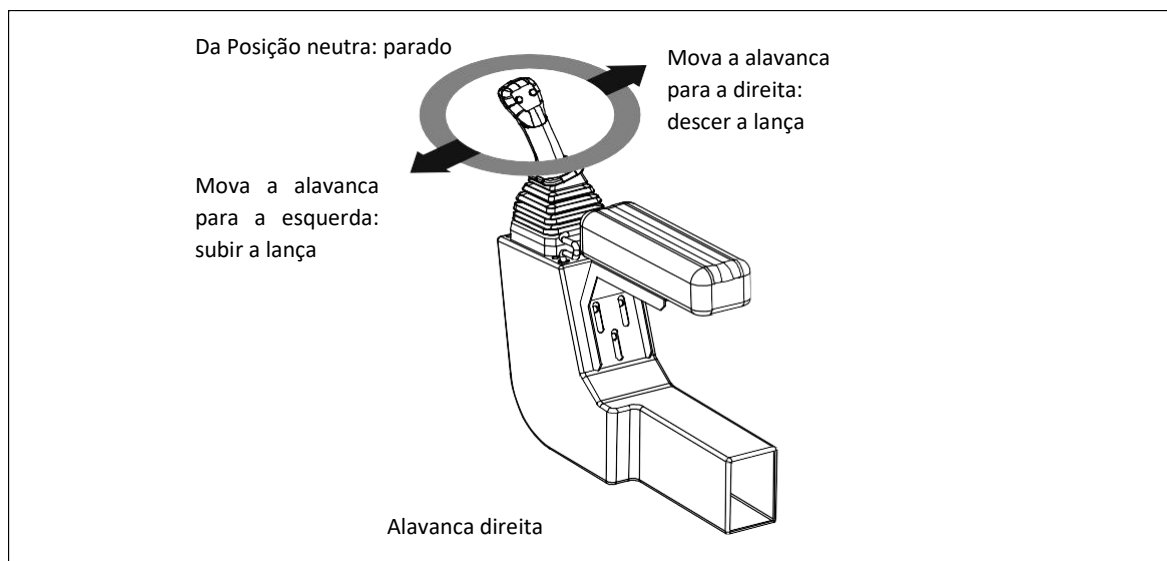

Figura 7-15 Movimentação da Lança
- D. A alavanca direita controla os movimentos da lança. Consulte a figura 7-15.